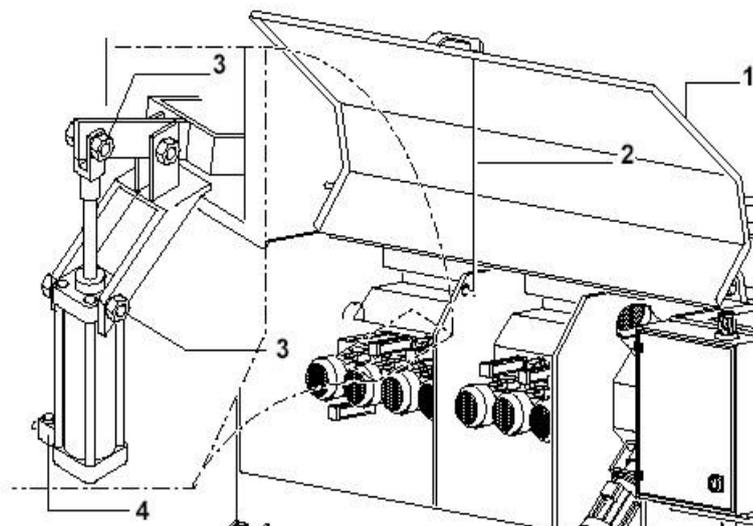

Fig. 56
1. Ouvrir la porte d'accès postérieure à la zone des moteurs (Fig. 56/1) et l'assurer avec la barre spéciale (Fig. 56/2).
4. Dévisser les boulons d'enclenchement au système des leviers (Fig. 56/3) et remplacer le piston.